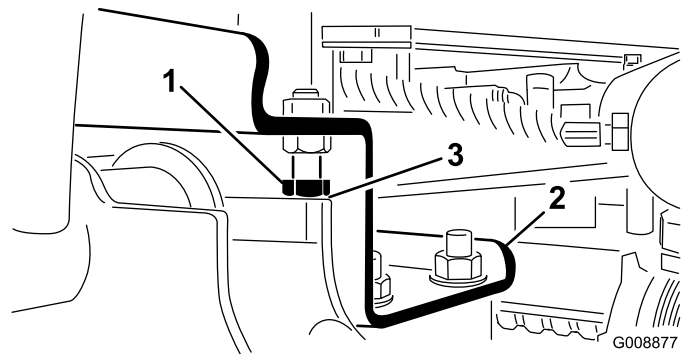

Bild 26
- Drehen Sie die Anschlagsschrauben heraus und stellen den Zylinder so ein, dass der Abstand erzielt wird (Bild 26).
- 2. Prüfen Sie, ob der Abstand zwischen jedem Hubarm und der Anschlagsschraube zwischen 0,13 und 1,02 mm liegt (Bild 26).